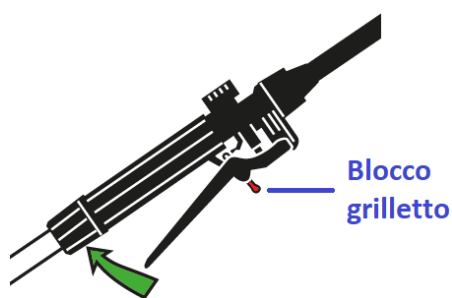

Fig. 4a
- Tirare il grilletto (17) sull'impugnatura (16) per iniziare a spruzzare. Bloccare il grilletto tramite l'apposito blocco per una spruzzatura continua. Fare riferimento alla Fig. 4a.